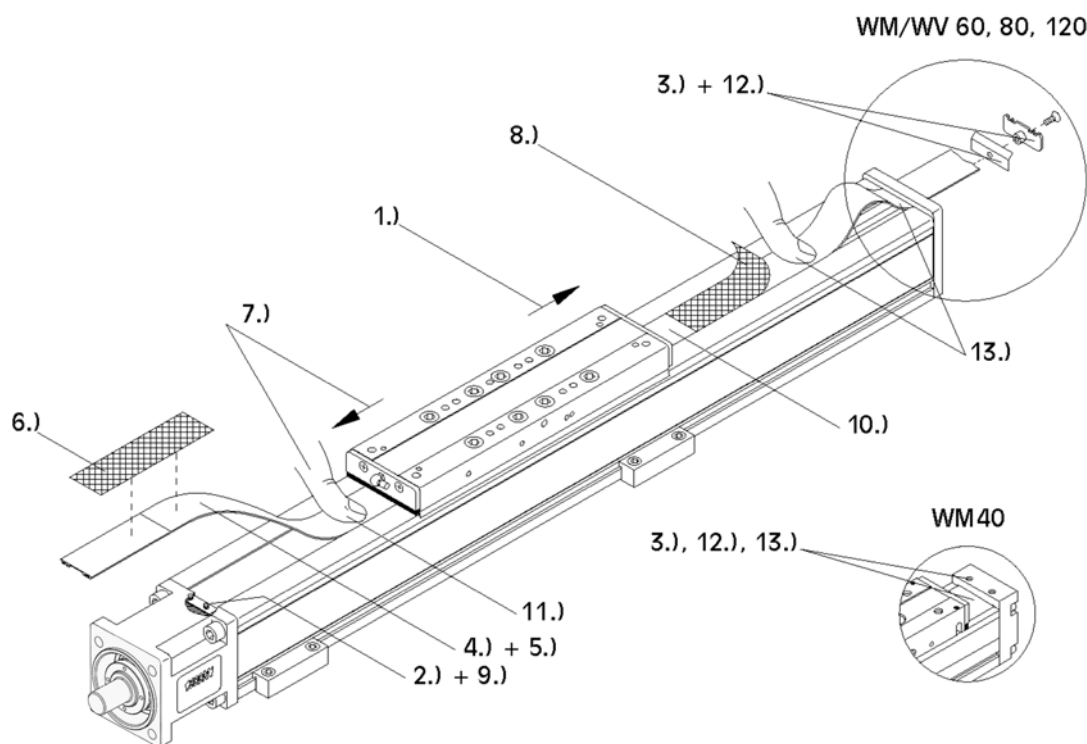

Fig. 15: Sostituzione della bandella di protezione
1. **Fig. 15:** Fare avanzare la slitta fino alla posizione posteriore di finecorsa (lato cuscinetto mobile).